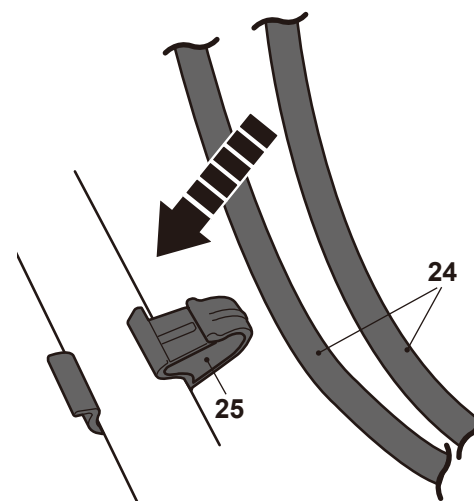

Fig. 12
- > Fixe as posições dos fios (8, 24) com os grampos de fio (25) (Figs. 12, 13).